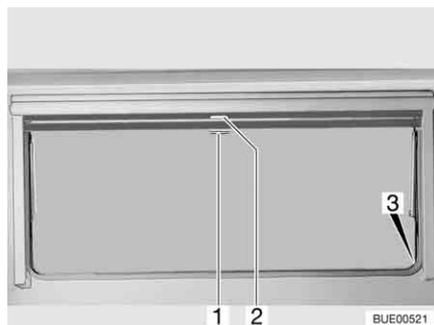

Fig. 81 Ventana abatible
- Tirar del asidero (Fig. 81,2) de la persiana oscurecedora enrollable hacia abajo. Cuando la persiana oscurecedora enrollable se cierre por completo, encajarla en el bloqueo (Fig. 81,3) a ambos lados del marco de la ventana.
- Cuando la persiana oscurecedora enrollable está completamente cerrada: Presionar el tirador (Fig. 81,2) hacia abajo y tirarlo ligeramente hacia dentro. Desenganchar la persiana oscurecedora enrollable de los bloques a izquierda y derecha del marco de la ventana.
- Cuando la persiana oscurecedora enrollable se encuentre en una posición intermedia: Tirar ligeramente del asidero (Fig. 81,2) hacia abajo, hasta que se hay soltado el bloqueo.
- Tirar hacia abajo de la mosquitera enrollable (Fig. 81,1) y engancharla en el bloqueo (Fig. 81,3) a ambos lados del marco de la ventana.
- Presionar el tirador (Fig. 81,1) hacia abajo y tirarlo ligeramente hacia dentro. Desenganchar la mosquitera enrollable de los bloques a izquierda y derecha del marco de la ventana.